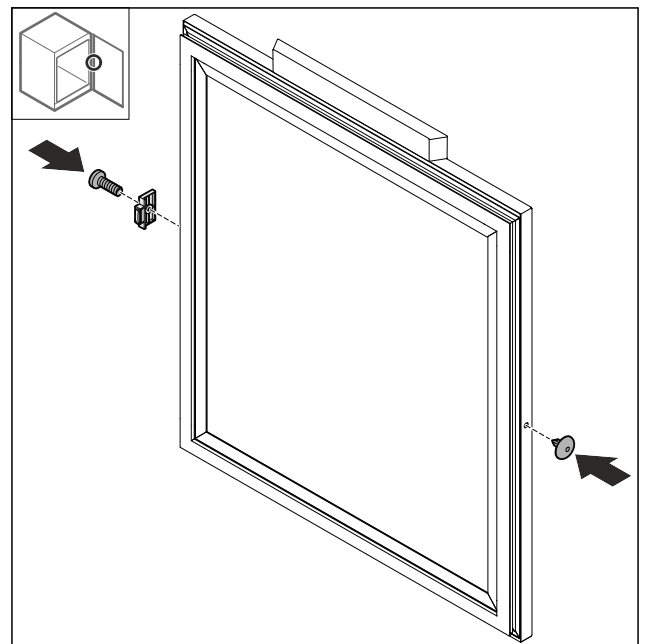

Fig. 70
- Montojeni ndaluesin e derës Fig. 70 (1) në anën e kundërt të kthyer me 180°.
- Vendosni kapakun mbulues Fig. 70 (2) në anën e kundërt.